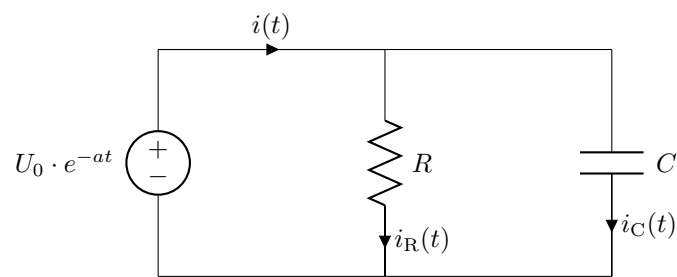

Figura 1.7: Circuito del problema 18.
18. En el circuito de la figura 1.7 halla  $i_R(t)$ ,  $i_C(t)$  e  $i(t)$ . Dibuja sus funciones para los siguientes valores:  $U_0 = 10$  V,  $C = 1$   $\mu$ F,  $R = 1$  M $\Omega$  y  $a = 1$ .